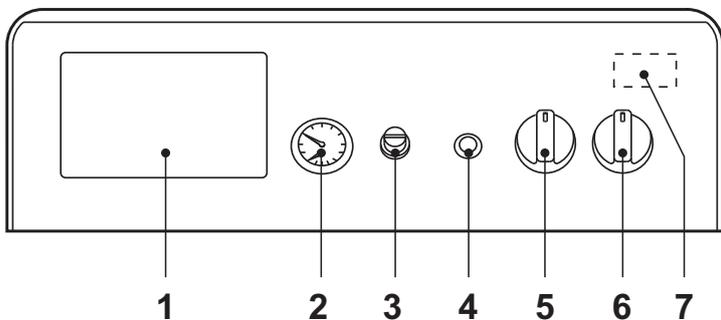
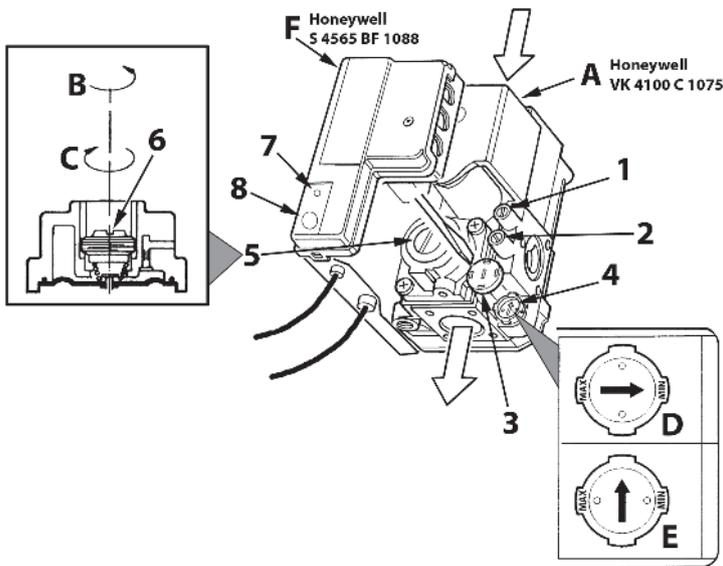

рис. 1 - Панель управления
рис. 3 - Регулирование давления
- Установите главный выключатель "6" в положение 1 (рис. 1).
- Если котел оборудован электронным термостатическим блоком управления, установленным в положении 1 на рис. 1, пользователь должен также соблюдать инструкции, предоставляемые изготовителем данного блока.
Повернув рукоятку 5 на рис. 1 по часовой стрелке, температура воды в системе отопления повышается и наоборот. Температуру воды в системе отопления можно регулировать в пределах от 30° до 90°. Однако не рекомендуется эксплуатировать котел при температуре ниже 45°.
Задать с помощью термостата температуры воздуха в помещении нужную температуру внутри помещения. По команде от комнатного термостата котел нагревает воду в системе отопления до температуры, заданной с помощью термостата регулировки котла 5 де рис. 1. При достижении в помещении желаемой температуры котел выключается.
При заполнении холодной системы отопления, давление воды, контролируемое по показаниям установленного на котле водомера поз. 2 на рис. 1, должно составлять примерно 1,0 бар. Если во время работы давление воды в системе упало (из-за испарения растворенных в воде газов) до величины ниже вышеуказанного минимума, пользователь должен открыть кран подачи воды и довести давление до первоначального значения. По окончании операции всегда закрывайте кран подачи воды.
Подключите манометр к штуцерам отбора давления 2 (рис. 3), расположенному после газового клапана, затем переведите ручку термостата котла (поз. 5 - рис. 1) на максимум.
Сняв защитную пробку 5 (рис. 3), регулируйте давление газа с помощью винта 6 на желаемое значение (см. таблицу технических данных и диаграммы изменения мощности, приведенных в сар. 5).
2. Снимите с газового вентиля маленький защитный колпачок 3 (рис. 3). С помощью маленькой отвертки отрегулируйте "СТУПЕНЬ" розжига на основании выбранного для работы газа (G20-G25 Положение D рис. 3 или G30-G31 Положение E рис. 3); установите защитный колпачок на место.